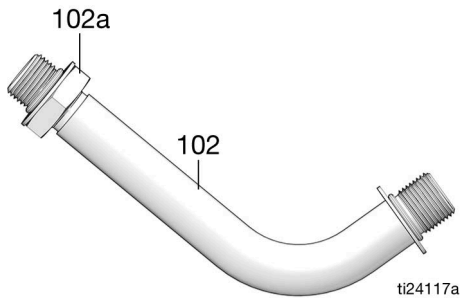

ABB. 4
4. Die Verlängerung (102) wieder am Dosiergerät anbringen.
- a. Die Verlängerungsmutter (102a) kleb, bis sie vollständig vom Rohrgewinde entfernt ist (ABB. 4).